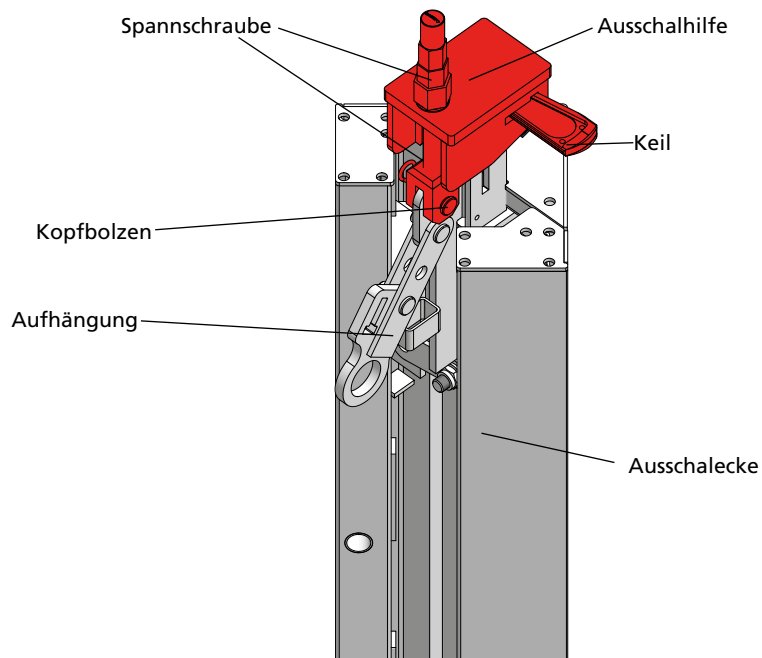

Abb. 53.2
1. Die Ausschalhilfe wird auf das Kopplungsstück an der Oberseite der Ausschalecke aufgesetzt. Die Aufhängung der Ausschalecke muss hierbei nach unten geneigt sein (Abb. 53.2).
2. Die Befestigung an der Ausschalecke erfolgt mit dem an der Spannschraube der Ausschalhilfe integrierten Kopfbolzen 16/40 und Federstecker 4 (Abb. 53.2).
3. Zur Fixierung der Ausschalhilfe wird der an der Ausschalecke befestigte Keil in die Öffnung im Seitenteil der Ausschalhilfe geschlagen (Abb. 53.2).